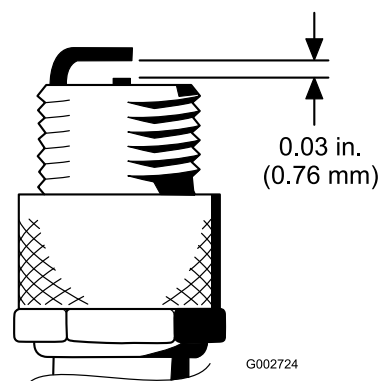

Figura 48
4. Impostate la distanza tra il centro e il lato degli elettrodi a 0,76 mm (Figura 48).